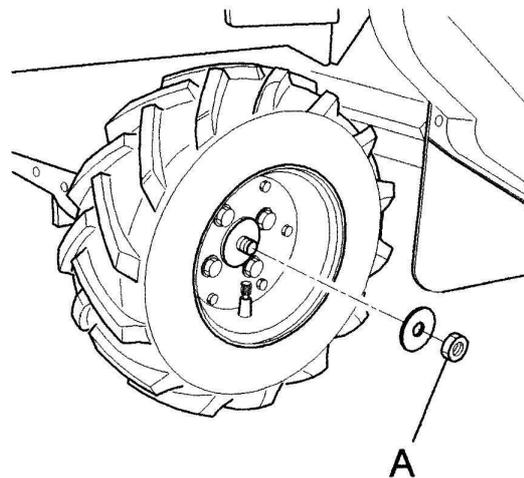

Figure 7
- Enlever la roue indiquée fig, 7 en dévissant puis en enlevant la vis de fixation centrale (fig. 7, réf.A).